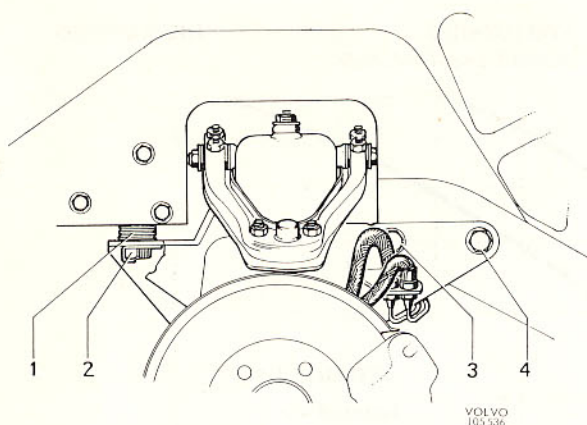
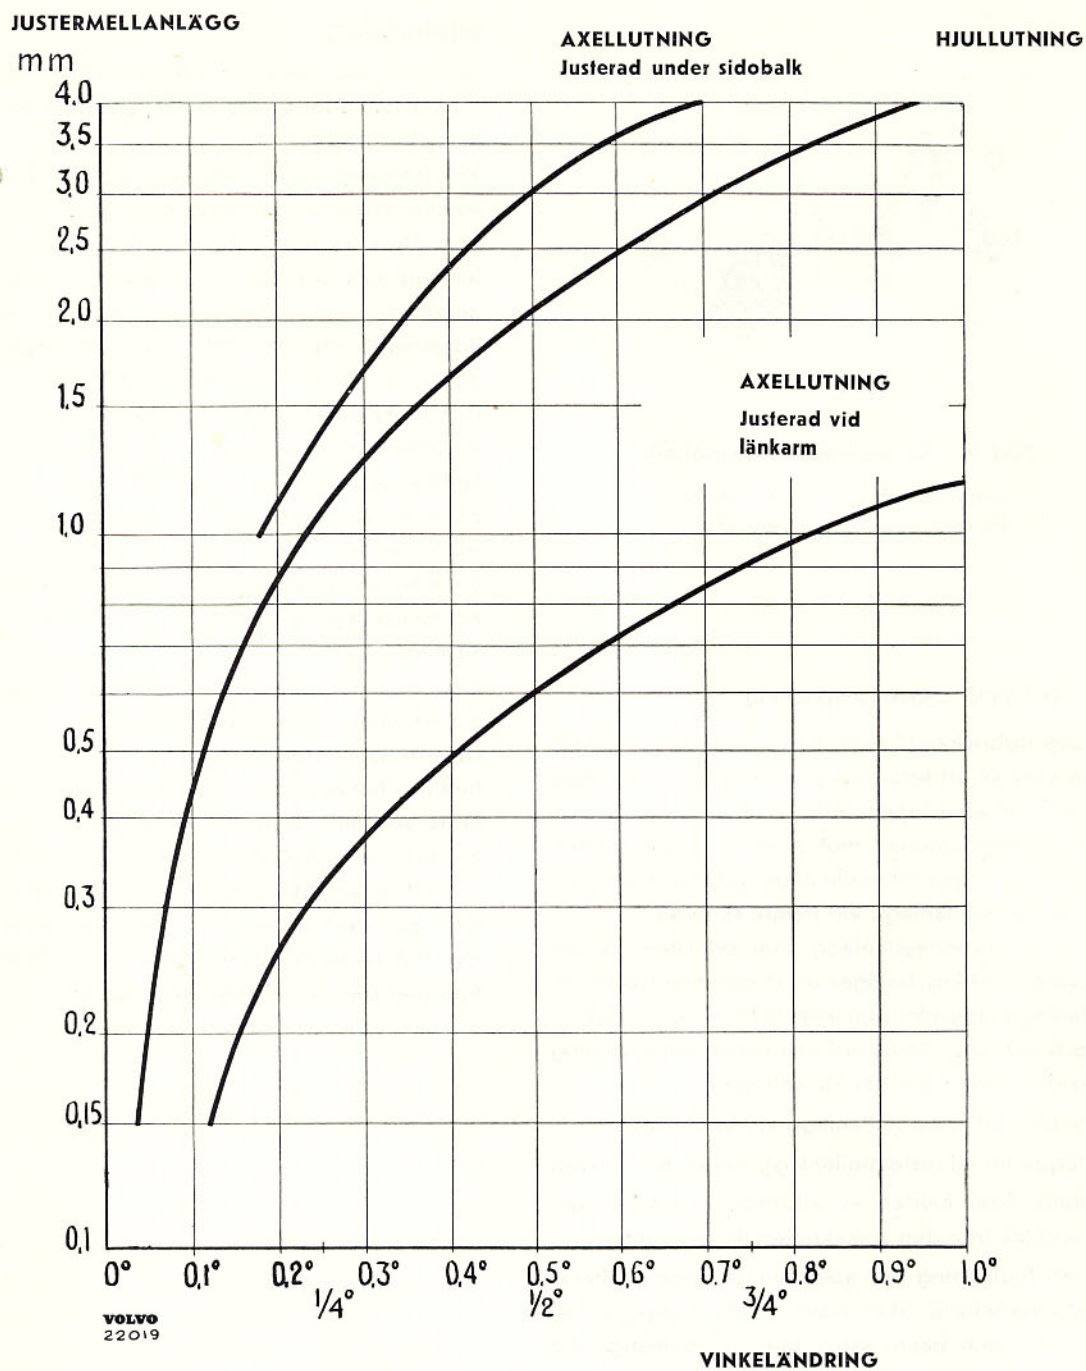

Bild 9. Justerdetaljer vid sidobalk
Bild 10. Diagram för ändring av axel- och hjullutning
Axellutningen kan justeras antingen med mellanläggen (1 bild 8) vid länkarmsaxeln eller med mellanläggen (1 bild 9) vid sidobalken. Det första alternativet används när även hjullutningen skall justeras och det andra när endast axellutningen skall justeras.
Hur tjocka justermellanlägg som erfordras för en viss vinkeländring framgår av diagrammet bild 10. Mellanlägg lagerförs i tjocklek 0,15 — 0,5 — 1,0 — 3,0 och 6,0 mm. Man erhåller samma vinkeländring på axellutningen genom att antingen
Lossa fästskruvarna (2, 3 och 4 bild 9). Lägg till eller ta bort erforderligt antal justermellanlägg för att få rätt axellutning. Mellanlägg lagerförs i tjocklek 2 och 3 mm och diagrammet bild 10 visar hur mycket axellutningen ändras. OBS! Lika stor ändring måste göras på båda sidor för att undvika extra spänning i framaxelbalken.
Hur tjocka justermellanlägg som erfordras för en viss vinkeländring framgår av diagrammet bild 10. Mellanlägg lagerförs i tjocklek 0,15 - 0,5 - 1,0 - 3,0 och 6,0 mm. Observera att lika mängd justermellanlägg måste tas bort eller läggas till vid båda skruvarna om inte axellutningen skall ändras. Totala tjockleken av mellanlägg vid varje skruv bör inte överstiga 12 mm.
Hjulets vridning utåt begränsas av stoppskruvar vid pitmanarmen (bild 10) och vid mellanarmen.
8. Sätt en domkraft under framaxelbalken. Skruva ur framaxelbalkens fästsruvar (2, 3 och 4, bild 9). Ta vara på justermellanlägggen (1).